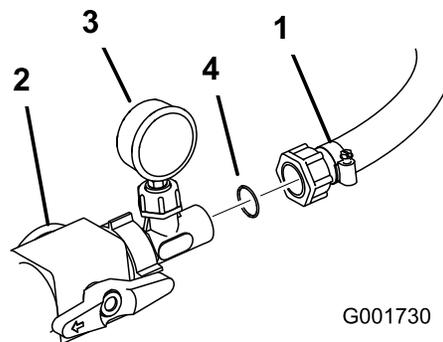

図 15
15. リール・アセンブリに通ずるホースと水圧計アセンブリとの間にプラスチック製の O リングを入れる。ホースをアセンブリに接続する（図 15）。ホースについているプラスチック製ナットを締め付けて、ホースを水圧計アセンブリに固定する。